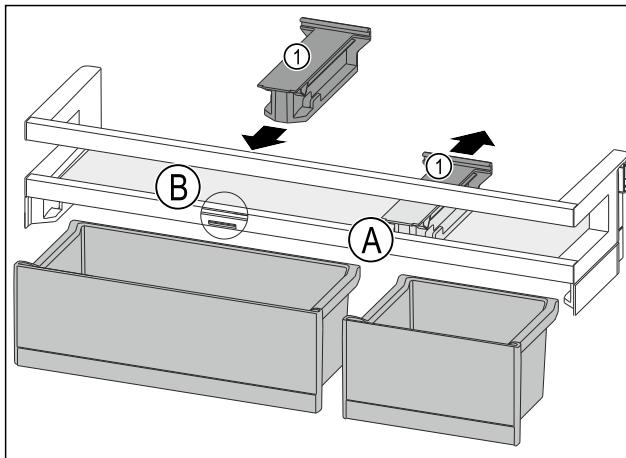

Fig. 127
- ▶ Кріпильний елемент Fig. 127 (1) у положенні Fig. 127 (A) витягніть рухом донизу.
- ▶ Кріпильний елемент Fig. 127 (1) вставте у положення Fig. 127 (B).